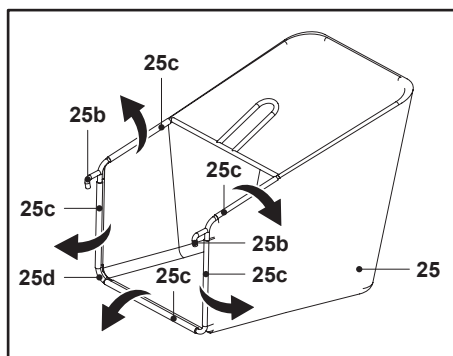

Fig. 4
1. Fixer les clips en caoutchouc (25c) sur la tige de support (25d) du bac de ramassage (25) (Fig. 4) s'ils ne sont pas livrés préassemblés à la livraison.
2. Le bac de ramassage (25) est maintenant prêt à l'emploi.